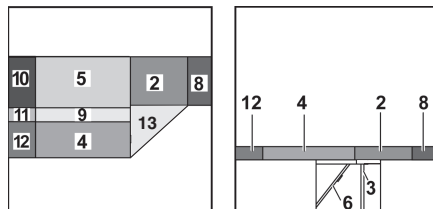

Fig. 147 Après la transformation
- Placer le coussin supplémentaire (Fig. 147,8) entre le coussin d'assise du siège longitudinal et la paroi arrière.